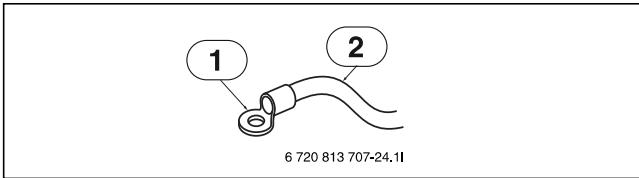

Bild 28
- Använd presskabelskor (→ Bild 28) för att ansluta kraftkortet till jord.